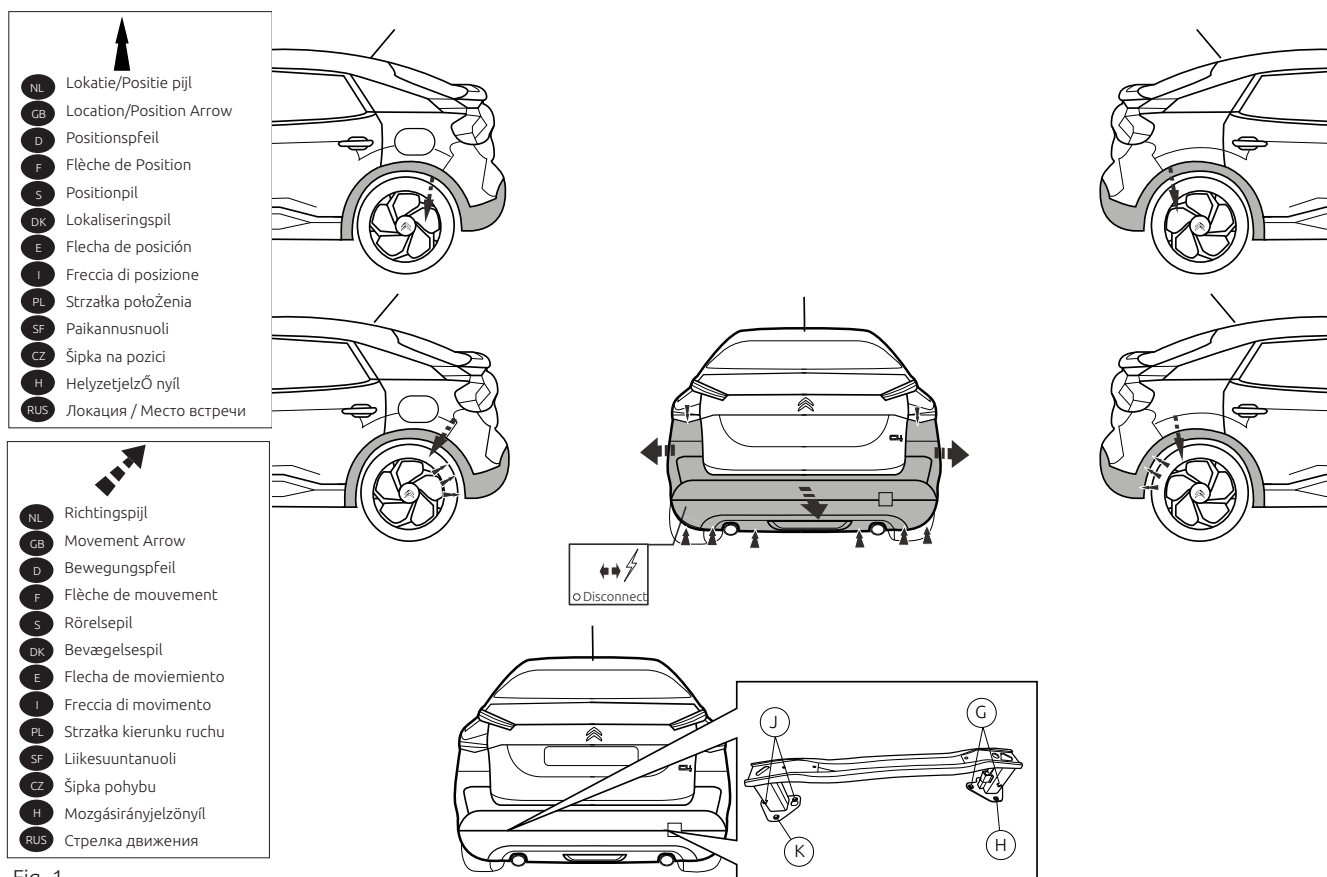

Fig. 1
1. Dismantle the bumper. See figure 1.
1. Снять бампер. См. рисунок 1.